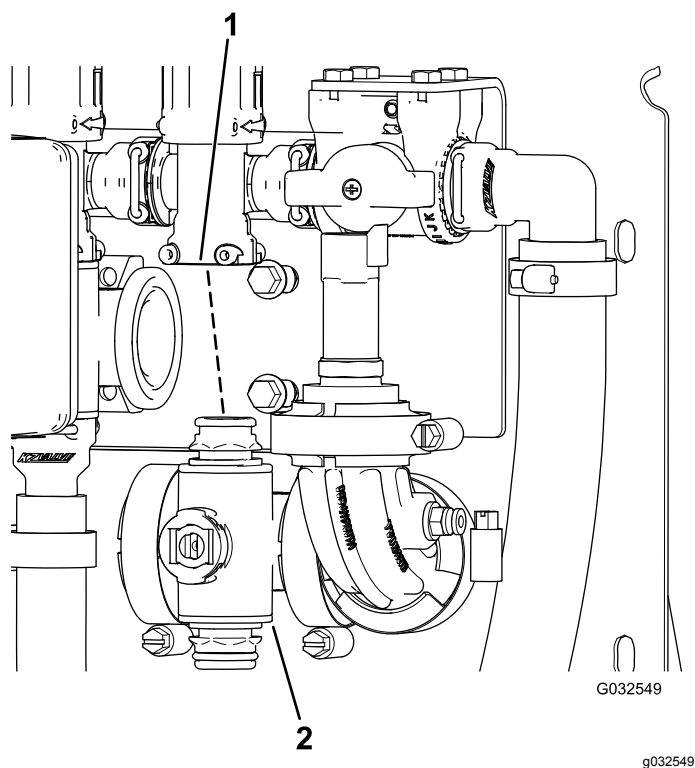

Figure 106
3. Déposez le collecteur de vanne de section de rampe de la machine (Figure 106).